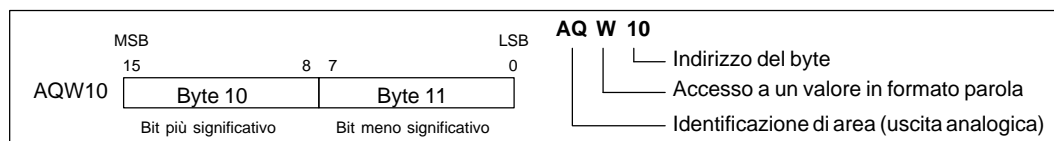

Figura 7-6 Accesso a una uscita analogica
La CPU S7-200 converte un valore digitale in formato parola (16 bit) in una corrente o potenza, proporzionale al valore digitale. Tali valori possono essere scritti indicando l'identificazione di area (AQ), la dimensione dei dati (W) e l'indirizzo del byte iniziale. Gli ingressi analogici sono parole che iniziano sempre su byte pari (ad es., AQW0, AQW2 o AQW4), come evidenziato alla figura 7-6. Il programma utente non sa leggere i valori delle uscite analogiche.